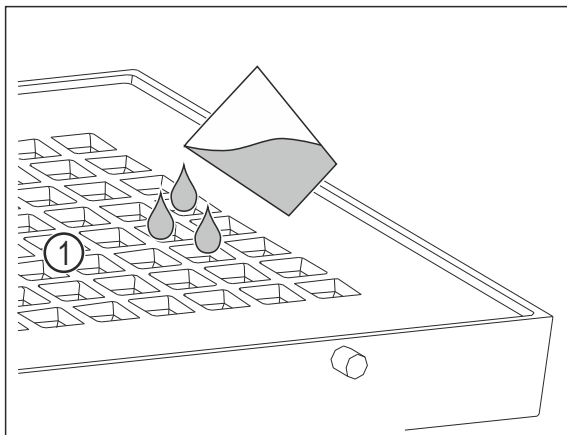

Fig. 104
- Maximal 400 ml Wasser über die Löcher Fig. 104 (1) in der Abdeckung einfüllen.